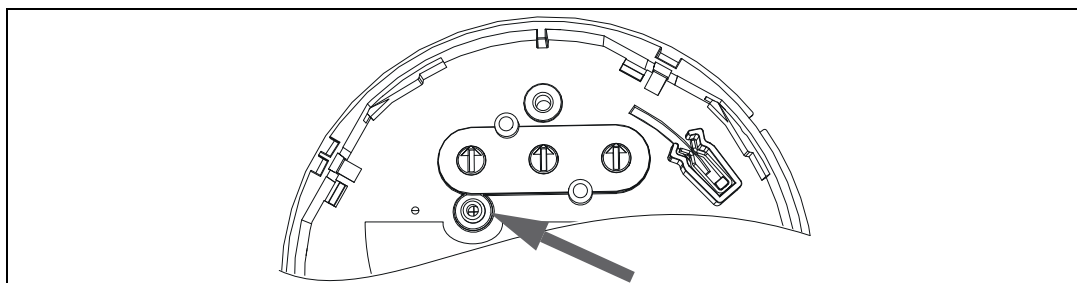

Figura 7.1
- Para limpiar la cámara, utilice aire comprimido envasado. Coloque el tubo o la válvula de aguja en la válvula de la parte inferior del detector y descargue con una presión máxima de 6 barras (consulte la *Figura 7.1*).